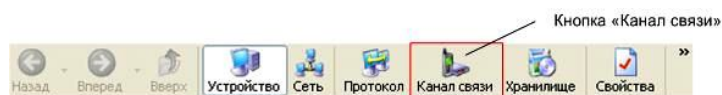

Рисунок 4.2 –Кнопка «Канал связи» на панели инструментов
4.2 Нажмите на панели инструментов кнопку «Канал связи» (меню «Справочник -> Канал связи») (рисунок 4.2). В результате откроется окно «Справочник», которое показано на рисунке 4.3.